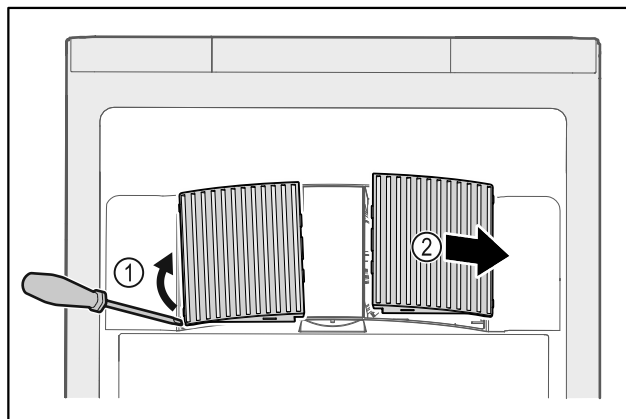

Fig. 144
- ▶ Bänd försiktigt loss flätkåpana på sidan Fig. 144 (1) och ta av dem framåt Fig. 144 (2).